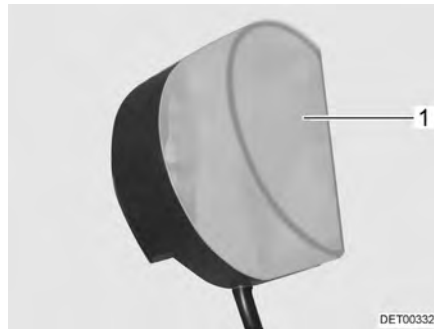

Fig. 207 Eclairage de la penderie
- Enfoncer légèrement le couvercle de la lampe (Fig. 207,1) et le retirer.